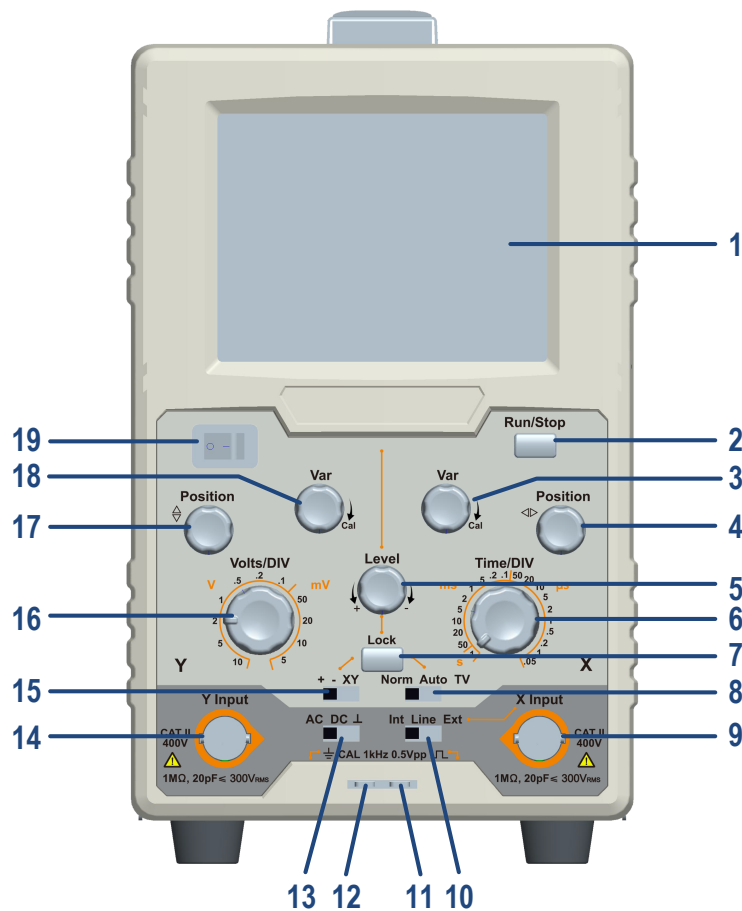

图 3-1: 示波器前面板
- 2、 将探头BNC连接端与示波器前面板Y输入端连接。将探头尖端连接到示波器前面板的校准信号 CAL 输出连接器上（位于图 3-1：示波器前面板中的11）。将探头的基准导线夹连接到校准信号的地线连接器（位于图 3-1：示波器前面板 中的12）上。